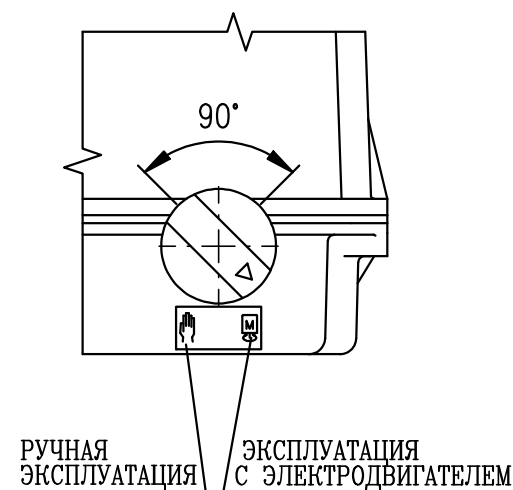

Рис. 9
- поверните кнопкой расцепления передачи о  $90^\circ$  (рис. 9, стрелка на кнопке показывает на символ руки), передача расцепляется